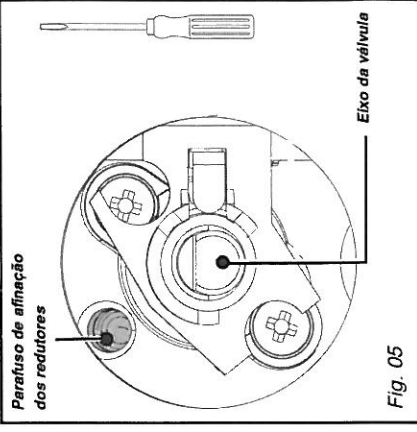

Fig. 05
- Com uma pequena chave de fendas, aperte bem o parafuso de afinação dos redutores de latão (amarelos) (Fig. 05), no sentido dos ponteiros do relógio.
- Com uma pequena chave de fendas, desaperte o parafuso de afinação dos redutores de latão (amarelos) (Fig. 05), duas voltas no sentido inverso ao dos ponteiros do relógio.